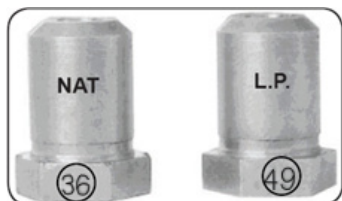

Fig. 5
3. Vuelva a colocar los adaptadores del orificio en la válvula. **NOTA:** El número de la unidad está en un costado de los adaptadores del orificio (Fig. 5).